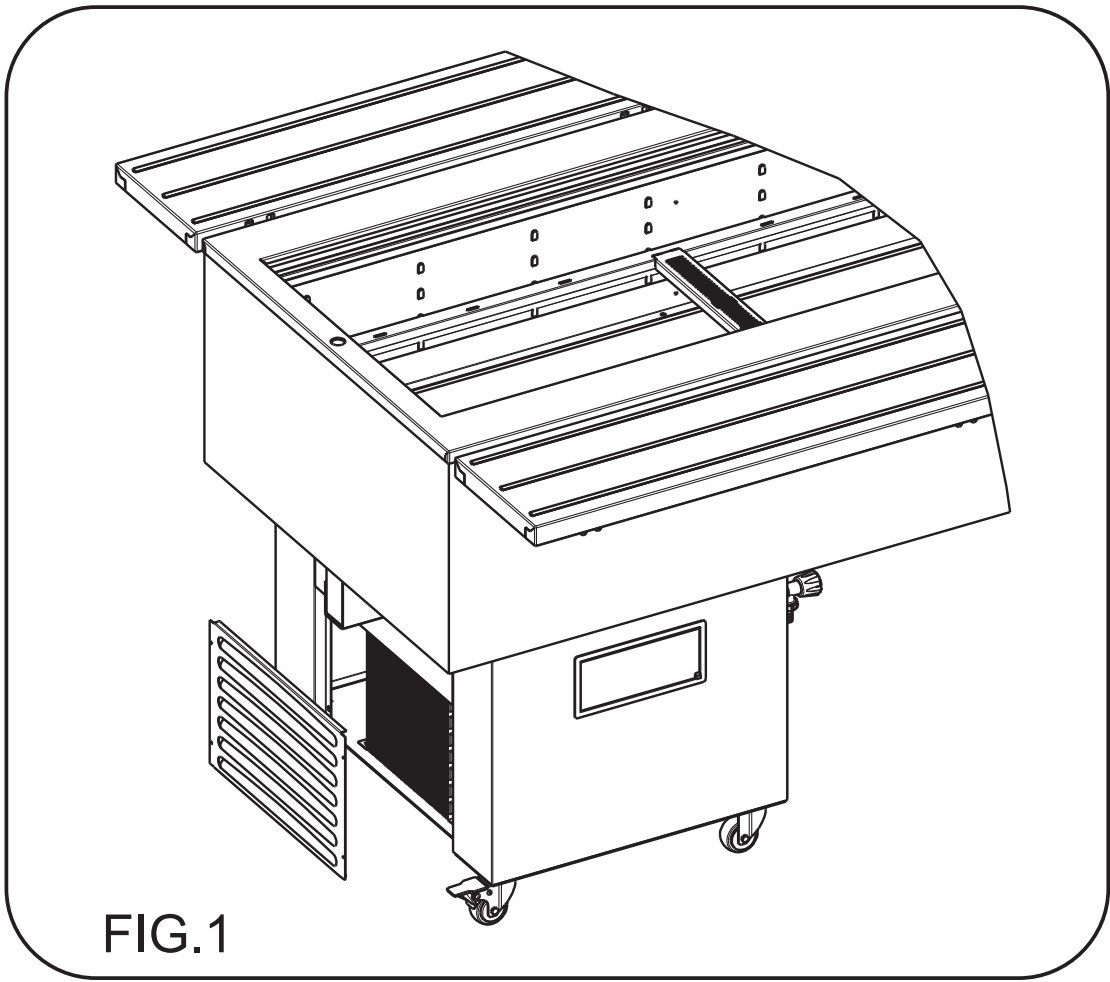

FIG.1
1. Togliere l'alimentazione elettrica, agendo sull'interruttore a protezione della presa e sfilando poi la spina dalla presa stessa. 2. Togliere la griglia di protezione del condensatore posta nella parte posteriore della macchina. 3. Con un pennello eliminare lo strato di pulviscolo dalle alette del condensatore. 4. Con l'aspirapolvere togliere la polvere residua. 5. Ripristinare il tutto procedendo in senso inverso (vedi Fig.1).
1. Switch off the appliance by turning off the power switch and pull the plug out of the socket. 2. Remove the condenser's grid, located on the rear side of the machine. 3. Using a paintbrush, remove any dust from the condenser's fins. 4. Use a vacuum cleaner to remove the remaining dust. 5. Refit by following above instructions in reverse order (see fig. 1).
1. Schalten Sie den Strom ab, indem Sie den Schutzschalter der Steckdose betätigen und dann den Stecker aus eben der Steckdose ziehen. 2. Entfernen Sie das Schutzgitter des Kondensators, das sich auf der Rückseite der Maschine befindet. 3. Mit einem Pinsel den Staub von den Lamellen des Kondensators entfernen. 4. Mit einem Staubsauger den verbliebenen Reststaub beseitigen. 5. Alles in umgekehrter Reihenfolge wieder zusammensetzen (siehe Abbildung 1).